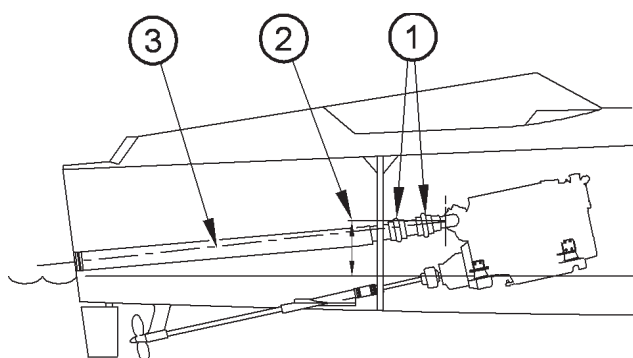

Figure 3
Il faut assurer la souplesse du flexible d'échappement, particulièrement si le moteur est monté sur des supports élastiques. Lorsque le flexible d'échappement doit passer à travers une cloison juste derrière le moteur, il est préférable d'adopter l'agencement illustré à la Figure 3, et d'utiliser un soufflet en caoutchouc (1) pour assurer la flexibilité.